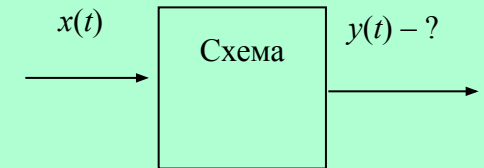

Рис. 4.25
- и воздействиям $x(t)$. Схематично задача анализа показана на рис. 4.25.